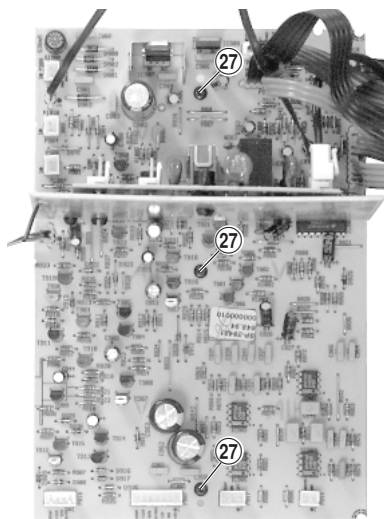

Fig. 66
- 3 Schrauben ②⑦ (Fig. 66) heraus-schrauben.
- Undo 3 screws ②⑦ (Fig. 66).